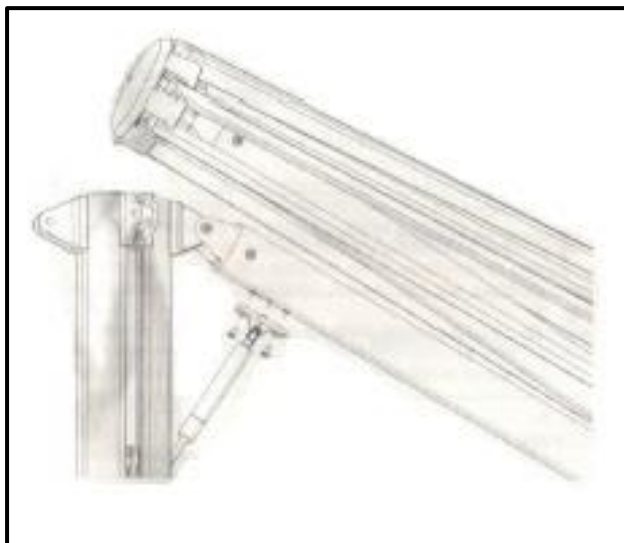

図.5
- ① パラソル (B) と支柱 (A) のダンパーを 4mm 六角棒レンチ (f) で平型ネジ (d) を固定します。(図.5)
- ② ネジを固定した後、ダンパーが縮まるのを確認しながらゆっくりパラソルを降ろして下さい。